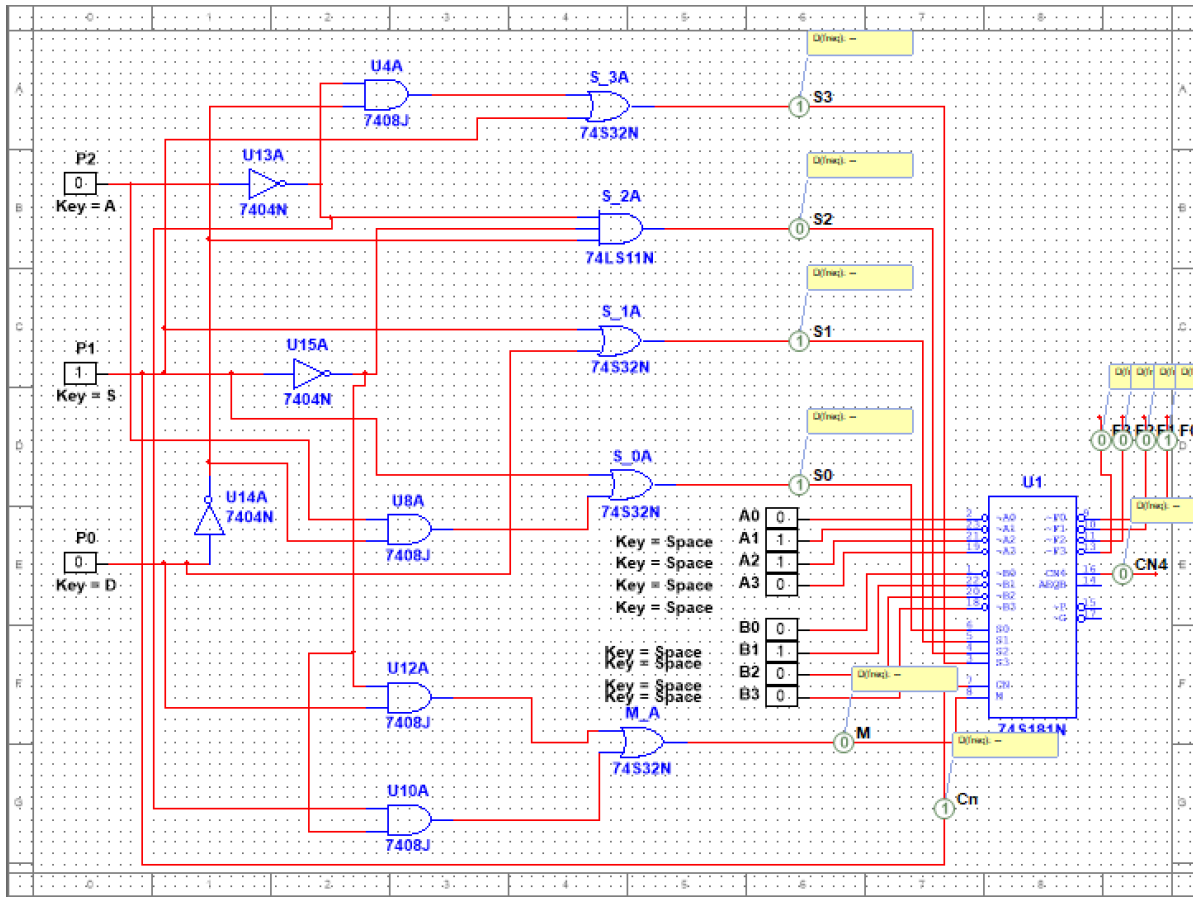

Figura 10. Prueba 3 del circuito completo
- **Prueba 3** (Figura 10):  $(P2, P1, P0) = (0, 1, 0) \rightarrow$  debe realizar la operación  $F = ABMINUS1$ . Por ejemplo, si introducimos como entradas  $A = (0110)$  y  $B = (0010)$ , debemos obtener la salida  $F = (0001)$ .